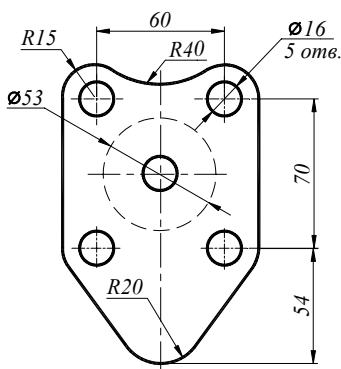

Рис. 4.1. Приклад виконання завдання
Приклад: Накреслити фігуру, зображену на рис. 4.1.
Побудову деталі зображеної на рис. 4.1 можна виконувати декількома прийомами, наприклад, можна побудувати за розмірами п'ятикутник, потім за допомогою команди **СОПРЯЖЕНИЕ** (див. лабораторну роботу № 3) виконують спряження, будують кола і т. д. Більш раціонально побудову виконують у такій послідовності:
9. Відкривають шар **Розміри** і наносять розміри (рис. 4.1).
11. Для того щоб об'єкти, які були попередньо побудовані в шарі **Резервний** або **Допоміжний** були невидимі (рис. 4.1), цей шар заморожують у цілому за допомогою значка  або вимикають його за допомогою значка  (рис. 1.5).